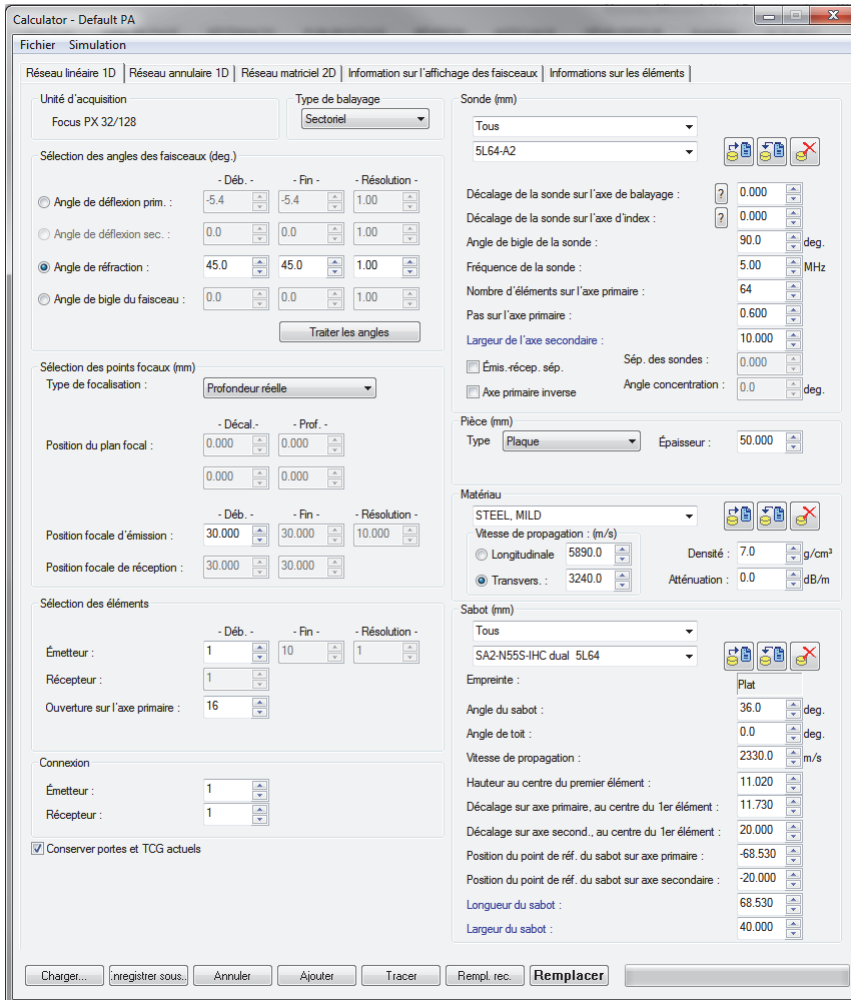

Figure 4-5 Boîte de dialogue du logiciel Calculator
- a) Pour une inspection par ultrasons multiéléments avec sonde d'angle, cliquez sur l'onglet **Réseau linéaire 1D** (Figure 4-5 à la page 108).